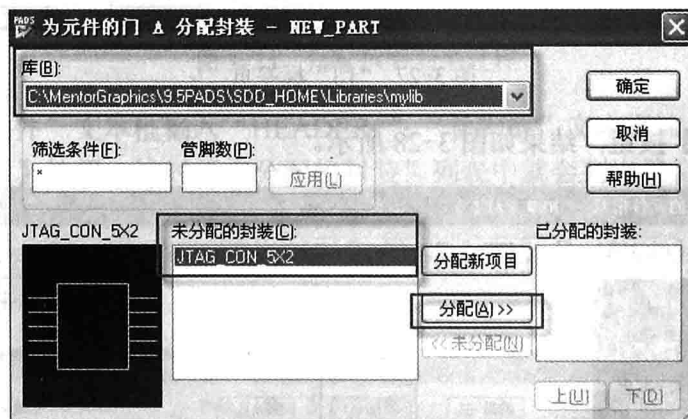
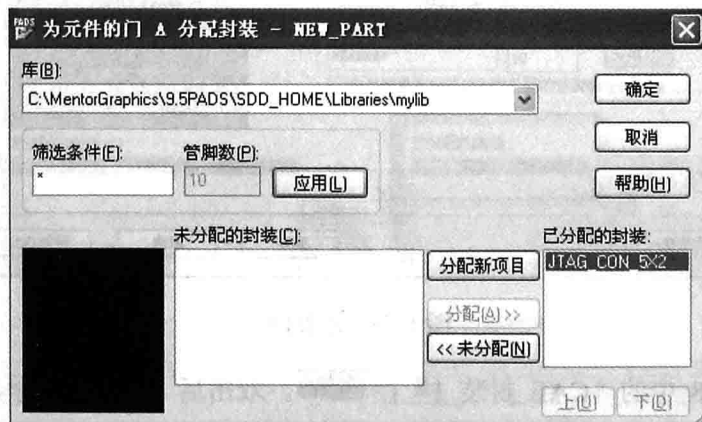

图 3-30 为元件的门 A 分配封装过程
图 3-31 分配结果
③ 弹出如图 3-30 所示的对话框，将之前建立完成的 Logic 封装 JTAG_CON_5X2 分配进来，如图 3-31 所示。